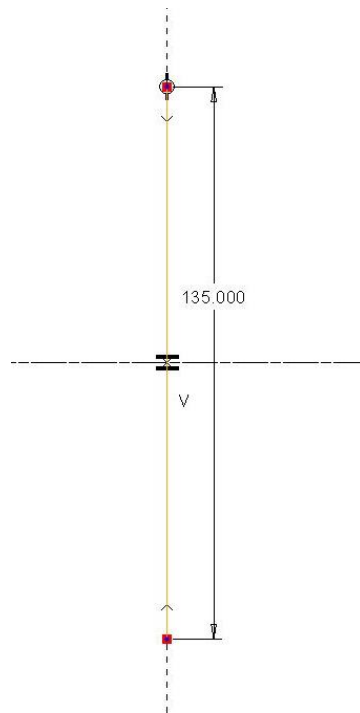

Abb. 4 Linie für Grundblech
► Linie auf E_TEILUNG ziehen, welche symmetrisch um E_ZRSTUFE ist (siehe Abb. 4) ►